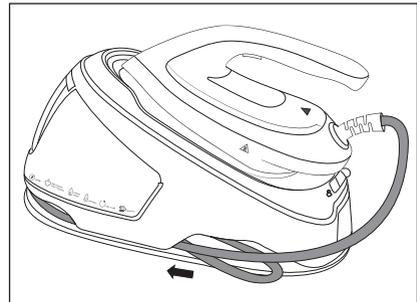

Fig. 9
- 5) Doble el conducto de suministro **16** por el centro e introdúzcalo en el compartimento **8** del aparato (consulte la fig. 9).